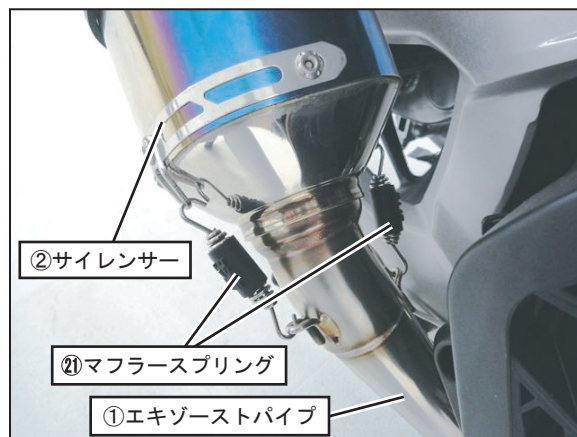

FIG. 10
9. ①エキゾーストパイプに②サイレンサーを取り付け、②①マフラスプリングをスプリング取付工具を使用して取り付けて下さい。(FIG. 10参照)